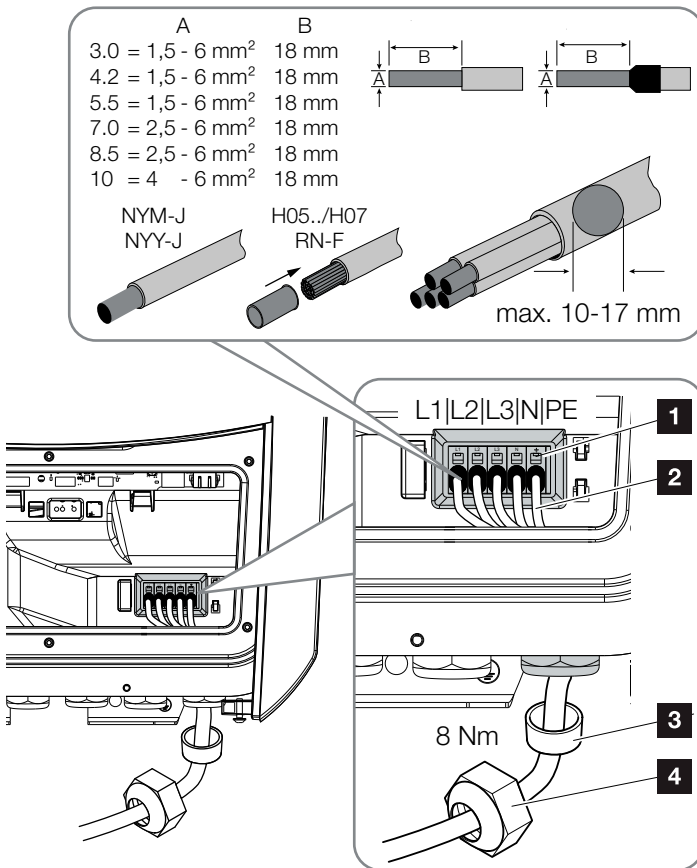

Abb. 23: Netzzuleitung am Wechselrichter anschließen
9. Die Adern der Netzzuleitung entsprechend der Beschriftung an der AC-Anschlussklemme anschließen. **!** **➤** **Abb. 23, Pos. 1**